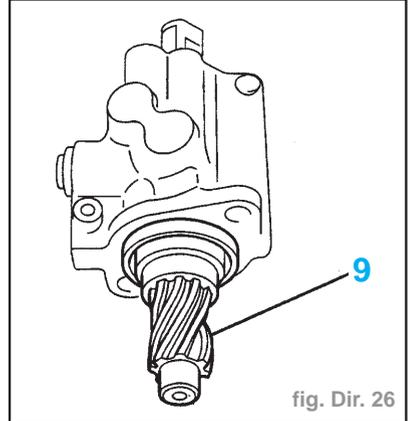

fig. Dir. 26
- Reposer un joint torique neuf (8).
- Graisser le pignon de crémaillère (9) (graisse TOTAL N3924/TOTAL N3945) (fig. Dir. 26).